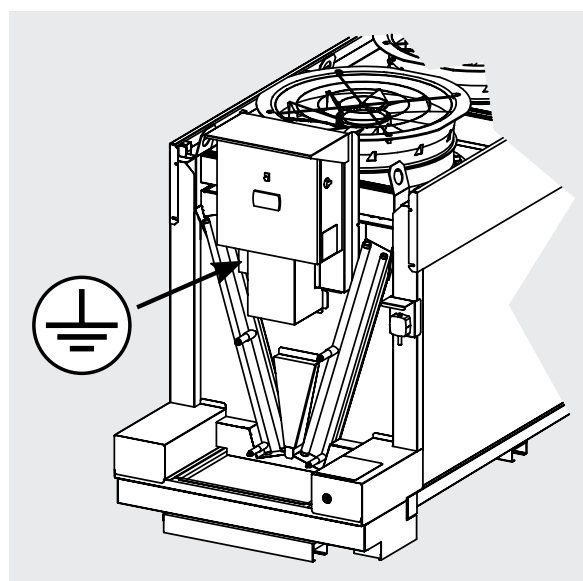

Figura 13
- 8.4 Para minimizar el riesgo de contacto indirecto, el sistema eléctrico puede conectarse a tierra mediante la clavija situada bajo la cubierta frontal. Ver Figura 13.